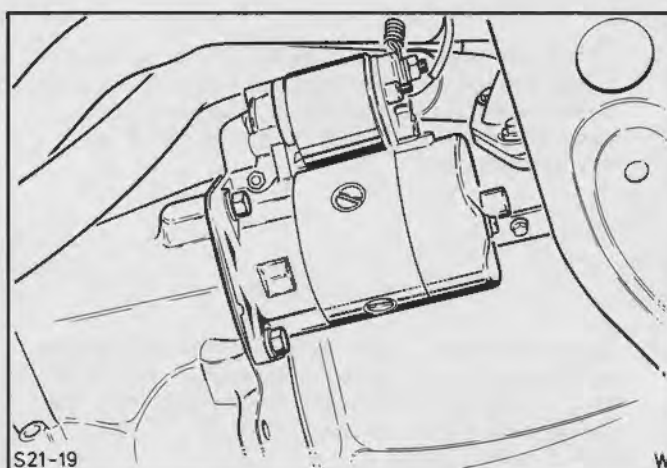

Fig.78. Startmotor monteret
15. Monter startmotoren og tilslut startmotorkablet, Fig.78.